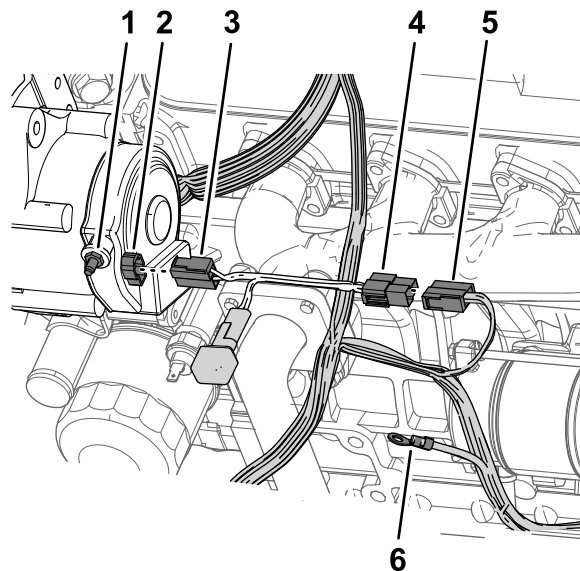

Figure 244
1. Alignez le connecteur femelle du faisceau adaptateur de l'alternateur et les broches du connecteur mâle sur l'alternateur (60 A), puis branchez les connecteurs ensemble jusqu'à ce qu'ils s'enclenchent solidement (Figure 244).
l'alternateur (40 A) (page 112), puis branchez les connecteurs ensemble jusqu'à ce qu'ils s'enclenchent solidement (Figure 244).